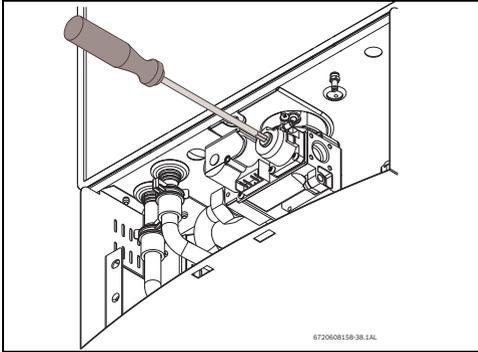

Fig. 49 Ajuste de CO₂ en modo P2
- ▶ Remover la pintura amarilla de precintado/sellado, de la tapa de protección de la parte delantera de la válvula de gas y removerla con una llave Torx nº 40, Fig.49.
- ▶ Colocar la tapa de protección de la parte delantera de la válvula de gas, Fig. 49.